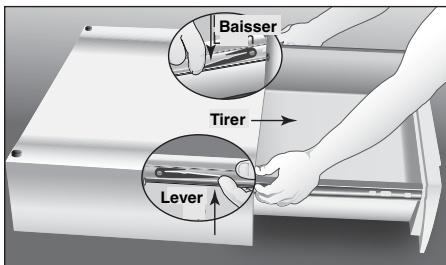

Figure 4
3. Retirer le tiroir en levant le levier gauche du tiroir et en baissant le levier droit tout en tirant le tiroir vers soi (voir la **figure 4**).